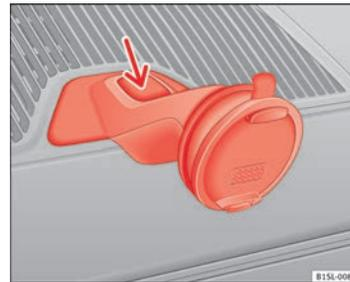

Abb. 121 Aufnahme des Navigationsgeräts ausbauen.
- Entriegelungstaste der Aufnahme drücken ⇒ Abb. 121 (Pfeil).